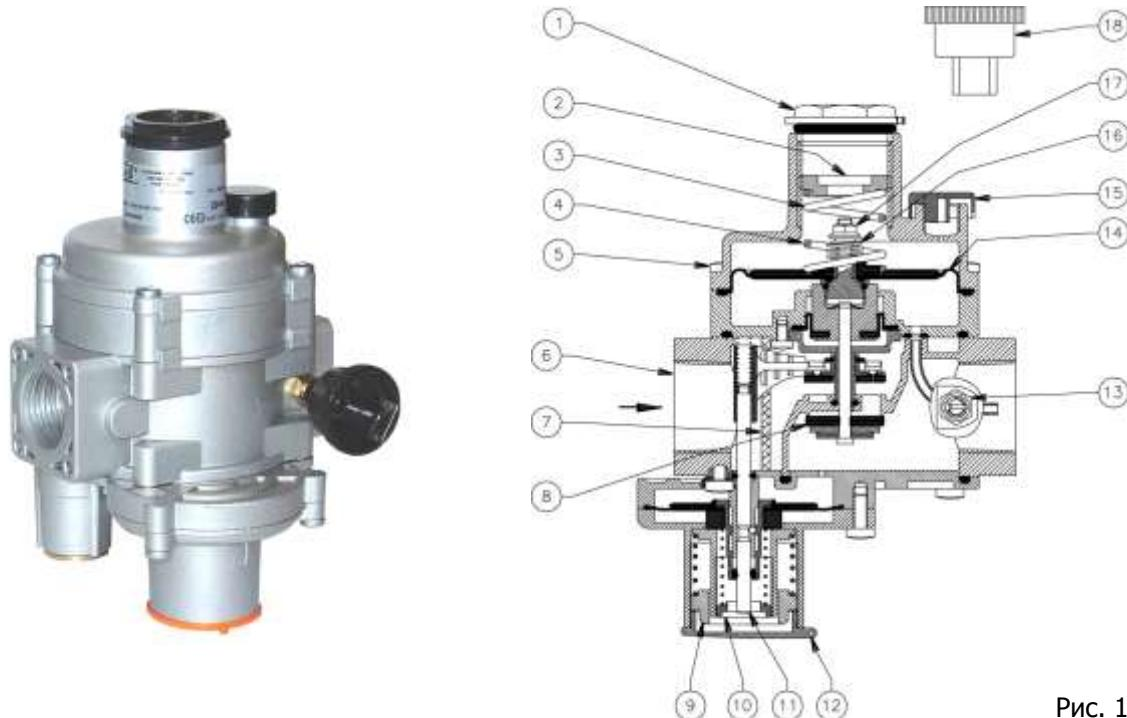

Рис. 1
Регулятор (рис. 1) состоит из: колпачок регулятора (1); винт настройки выходного давления (2); раструб (3); пружина настройки выходного давления (4); винты фиксации раструба (5); корпус регулятора (6); фильтрующий элемент (7); затвор регулятора (8); винт настройки запорного клапана избыточного давления (9); винт настройки запорного клапана недостаточного давления (10); рычаг взвода регулятора (11); колпачок запорного клапана (12); штуцер диагностики выходного давления (13); рабочая мембра (14); пылезащитный колпачок (15); пружина настройки сбросного клапана (16); винт настройки сбросного клапана (17); ключ для настройки (18).
- Для настройки регулятора необходимо использовать манометр, который можно установить в штуцер для отбора давления (см. рис. 1, 2).